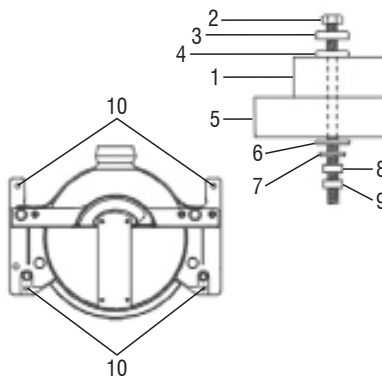

Fig. 19 – Fixação da máquina
- Para uso estacionário prenda a máquinas através dos furos (10) na mesa de trabalho, conforme mostra a Fig. 19.